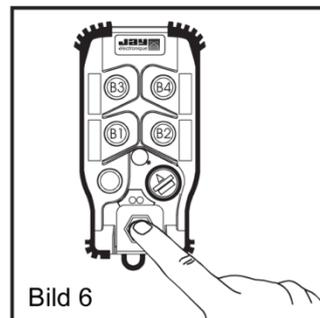

Bild 6
- 6- Den Programmationsmodus "Frequenz" durch einen Druck auf die Not-Halt Taste (Bild 6) verlassen.
- 6- Den Programmationsmodus "Verzögerungsdauer Aktivitätskontrolle -Funktion" durch einen Druck auf die Not-Halt Taste (Bild 6) verlassen.
- 7- Den Programmationsmodus "Verriegelung-Entriegelung" durch einen Druck auf die Not-Halt Taste (Bild 6) verlassen.